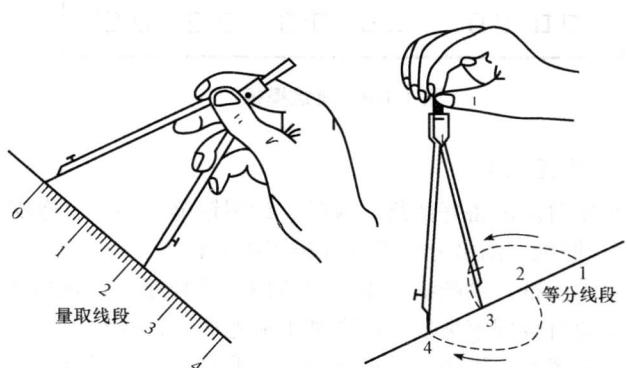

图 1-1-6 分规
2)分规。分规是等分线段和量取线段的工具，两腿端部均装有固定钢针。使用时，要先检查分规两腿的针尖靠拢后是否平齐，分规的使用方法如图1-1-6所示。